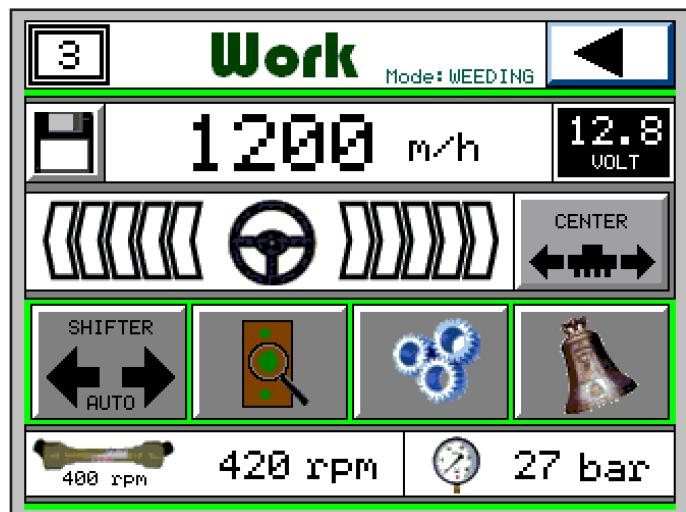

Fig. 4
Premendo (G) si torna alla pagina principale del menu lavoro (Fig. 4).
Press the (G) button to go back to the main page of the Work Menu (Fig. 4).
Poussez (**G**) pour retourner à la page principal du Menu de travail (**Fig. 4**).
Pulsando (**G**) se regresa a la página principal del menú de trabajo (**Fig. 4**).